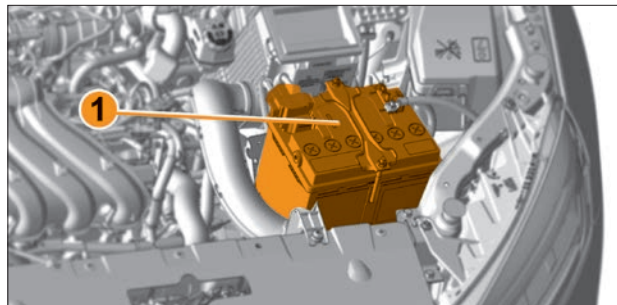

Рис. 6.9.1. Аккумуляторная батарея
**В варианном исполнении** аккумуляторная батарея **1** (рис. 6.9.1) имеет индикатор «глазок» плотности и уровня электролита. Состояние АКБ можно определить по его цвету: